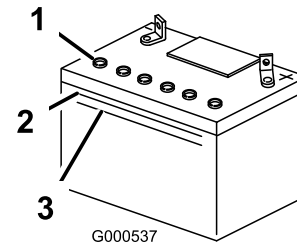

Figure 35
- Observez le côté de la batterie. Le niveau de l'électrolyte doit atteindre le trait supérieur (Figure 35). Le niveau d'électrolyte ne doit pas descendre au-dessous du trait inférieur (Figure 35).
3. Enlevez les bouchons d'aération de la batterie (Figure 35)
4. Versez de l'eau distillée avec précaution dans chaque élément jusqu'au repère supérieur (Figure 35) sur le côté de la batterie.
5. Attendez cinq à dix minutes après avoir rempli les éléments. Au besoin, ajoutez de l'eau distillée pour amener le niveau jusqu'au repère supérieur sur le côté de la batterie (Figure 35).